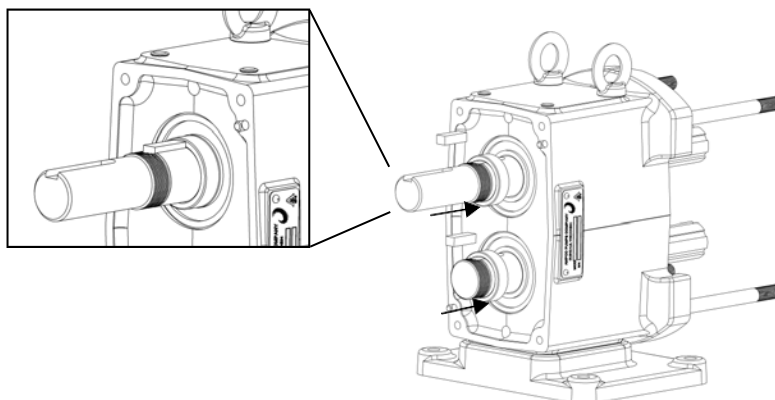

Figura 54: Instalación del espaciador de engranes y de la llave
6) Alinee los ejes con las ranuras de la llave del engrane hacia arriba. Deslice los espaciadores del engrane en los ejes e inserte las llaves del engrane en las ranuras de la llave (Figura 54).